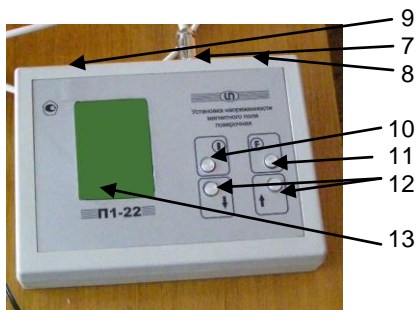

Рисунок 2.
5.2.3. На задней стенке измерителя (рис.2) находятся: 7- разъём для подключения колец, 8- разъём для подключения адаптера и 9- USB- порт для подключения компьютера.
5.2.4. На лицевой панели измерителя (рис.2) имеются следующие органы управления и индикации: